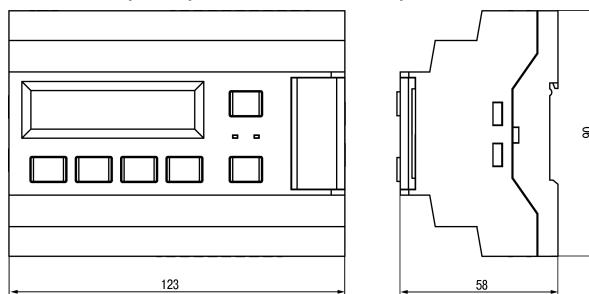

Рисунок 4.2 – Габаритный чертеж прибора
- Подготовить на DIN-рейке место для установки прибора в соответствии с размерами прибора (см. рисунок 4.2).